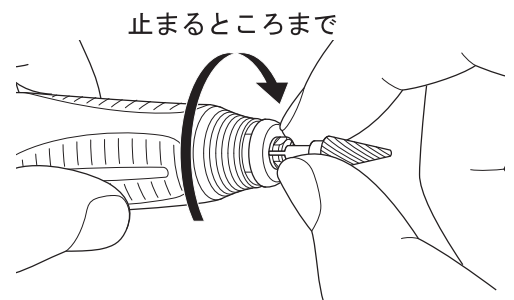

図 10
- 3)チャックが止まるまで指で右に回します (図 10)。